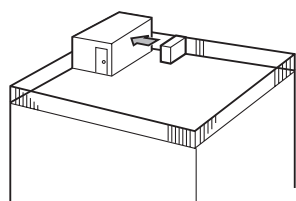

Fig. 2-4
- ① Vend luftutløpet mot nærmeste tilgjengelig vegg, omtrent 50 cm unna veggen. (Fig. 2-4)